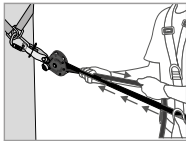
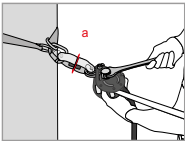

Fig 3
Fig 4
Zodra de veiligheidslijn is geïnstalleerd, moet de spanning vooraf worden gecontroleerd door handmatig aan het touw te trekken (aan de kant van de eindknop — fig. 3). De kam (8) en de klemhendel (4) moeten automatisch in contact komen met het touw. Haal de klemhendel (4) naar beneden en pas door middel van een aangepaste sleutel net zolang spanning toe op de as voor de spanningsinstelling (1) tot de spanningsindicatorring (a) op de spanningsindicator (2) vrij ronddraait (fig. 4). Zodra de spanningsindicatorring vrij ronddraait DEZE NIET VERDER AANDRAAIEN! Dit komt overeen met een voorspanning op de lijn van ongeveer 0,5 kN. Controleer tijdens het gebruik deze spanning regelmatig (rotatie van de spanningsindicatorring) en stel deze indien nodig af zoals hierboven beschreven.